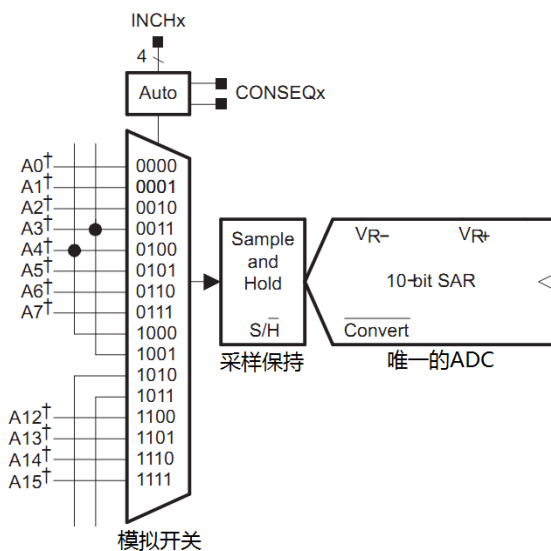

图 18.15 MSP430 单片机集成的 ADC10 模块局部
- 2) 如图 18.15 所示，大多数多通道 ADC 都是多通道分时复用的结构，其内部实际只有一个 ADC，依靠增加模拟开关的方法轮流使用 ADC，所以弄出 10 个 8 个通道来毫无压力。